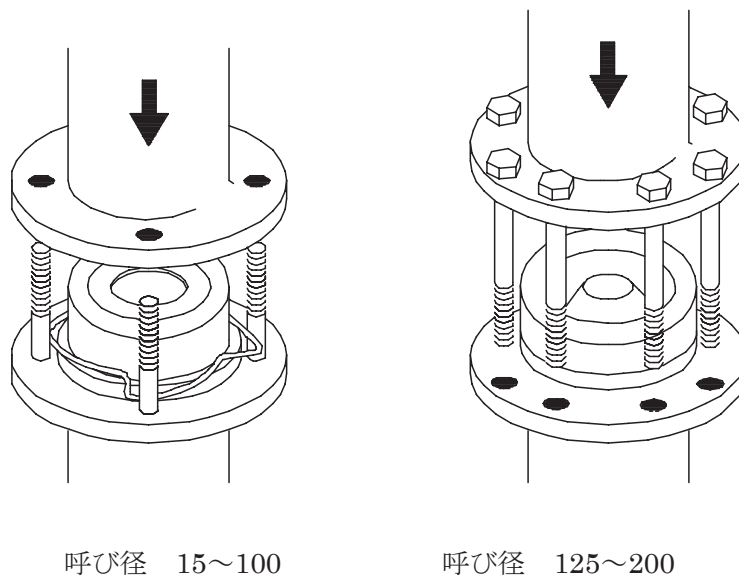

図3 配管取付図
- 3.1 図3に示すようにフランジ間に挟むだけで、取付け・取外しが出来ます。